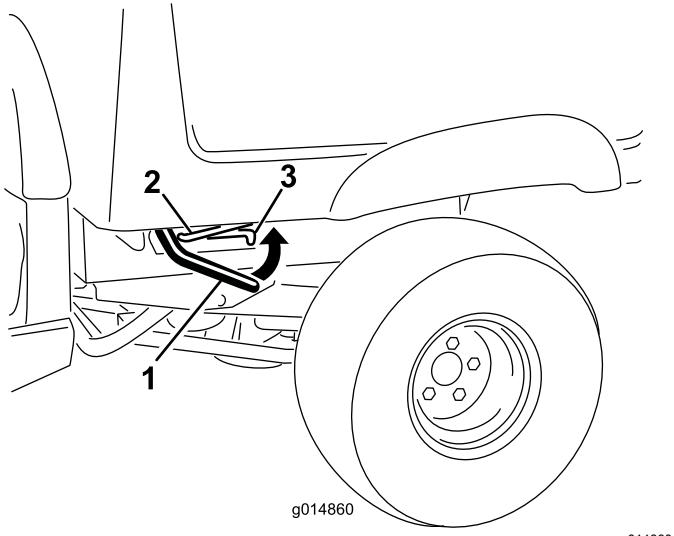

Bild 3
1. Heben Sie die Hebelklinke an, die sich an einer Seite in der Nähe der vorderen Kante der Ladepritsche befindet, und heben Sie die Ladepritsche ganz an (**Bild 3**).
2. Ziehen Sie die Stützstange in die hintere Arretierung am Ende des Schlitzes an der linken Seite der Maschine, um die Ladepritsche zu befestigen (**Bild 3**).
8. Heben Sie die Hebelklinke an, die sich an einer Seite in der Nähe der vorderen Kante der Ladepritsche befindet (Bild 3).